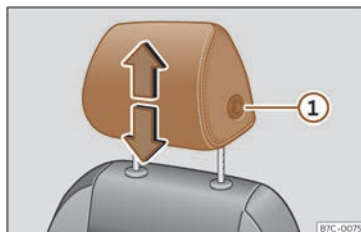
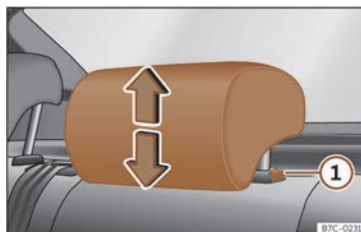

Fig. 70 Seient davant: regulació del reposacaps.
Fig. 71 Reposacaps del darrere: regulació del reposacaps.
- Agafeu el reposacaps amb les dues mans pels costats i empenyeu cap amunt fins a encaixar-lo amb la posició desitjada. Per abaixar-lo, feu la mateixa acció tot prement el botó lateral ① >>> fig. 70 , >>> fig. 71.